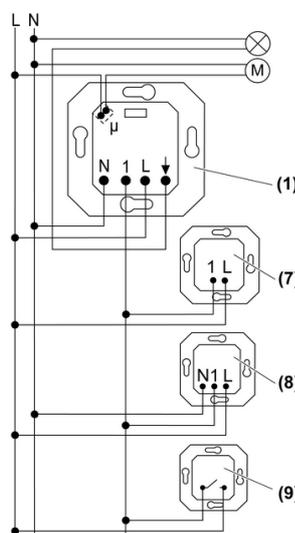

Figura 2: Schema di collegamento con regolatori esterni opzionali
- (1) Inserto sotto intonaco
- (7) Modulo di regolatori esterni a 2 fili
- (8) Modulo di regolatori esterni a 3 fili
- (9) Tasto installazione, contatto NA
- Collegare il modulo di comando secondo lo schema di collegamento (figura 2).